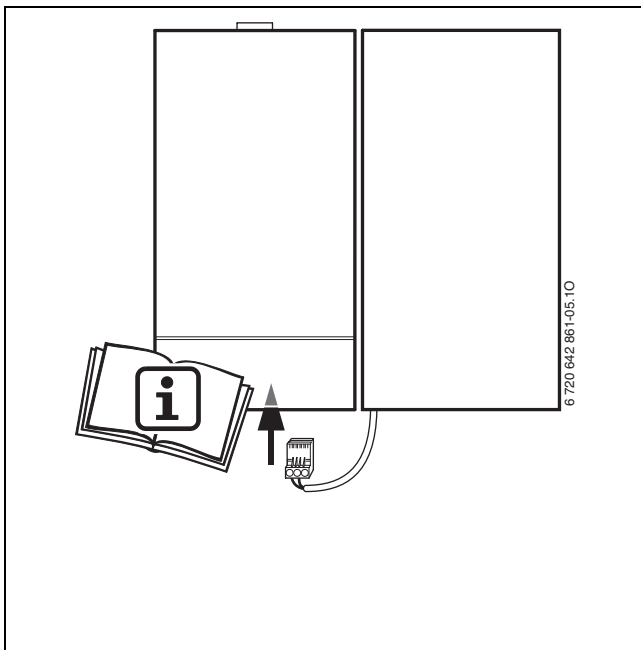

Fig. 7
- ▶ Raccorder la fiche de raccordement de la sonde de température du ballon au tableau de la chaudière (→ Fig. 7).